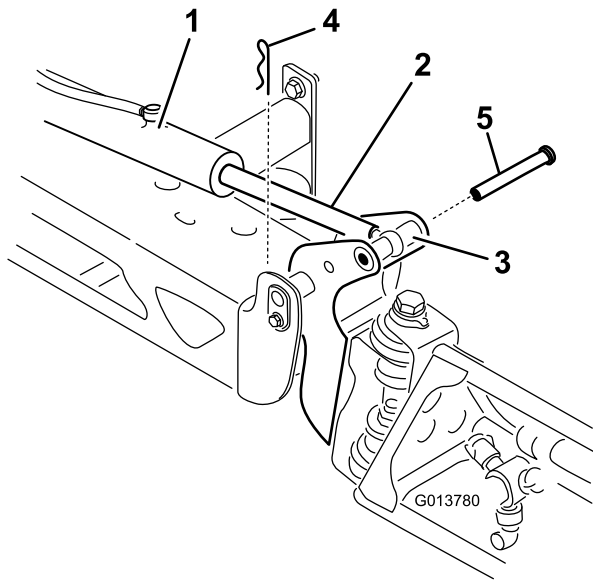

Bild 63
2. Nehmen Sie den Splint vom Lagerbolzen ab (Bild 63).
3. Heben Sie den Ausleger an und nehmen Sie den Stift ab (**Bild 63**), senken Sie den Ausleger dann langsam auf den Boden ab.
9. Halten Sie den Ausleger fest und stecken Sie den Stift durch das Auslegerscharnier und die Aktuatorstange (**Bild 63**).